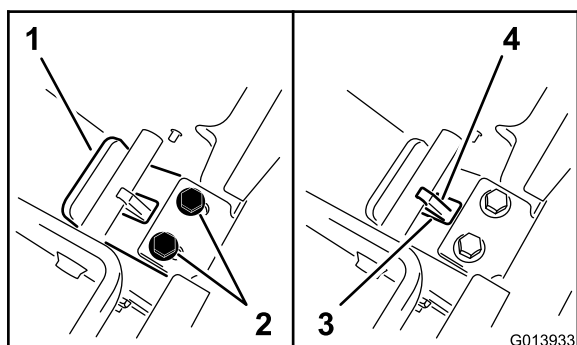

図 20
5. バックプレートへの圧力を保持したまま、トングを手前にスライドさせてトングプレートのリップをクロスバーに接触させる図 20。